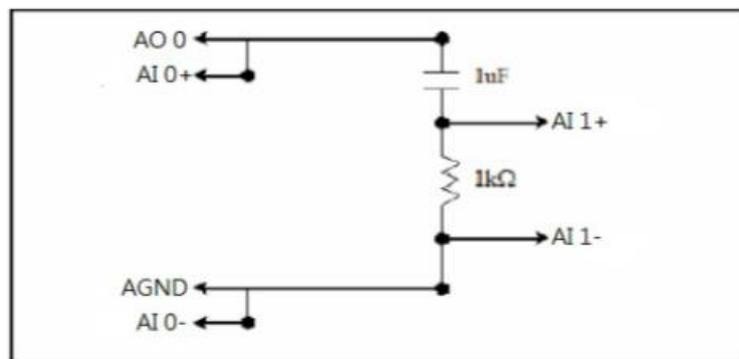

Figure 3-8 RC 電路圖
2. 按照上文所述，在 NI myDAQ 以及麵包板上重新接出類似 Figure 3-8 中的這個 RC 電路。